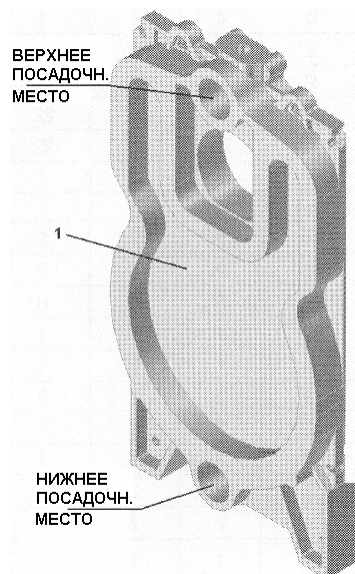

Рис.3
1. Расположите заднюю чугунную секцию тела котла вертикально. Тщательно очистите и проверьте целостность поверхности соединений и посадочных мест конических ниппелей (Рис.3).